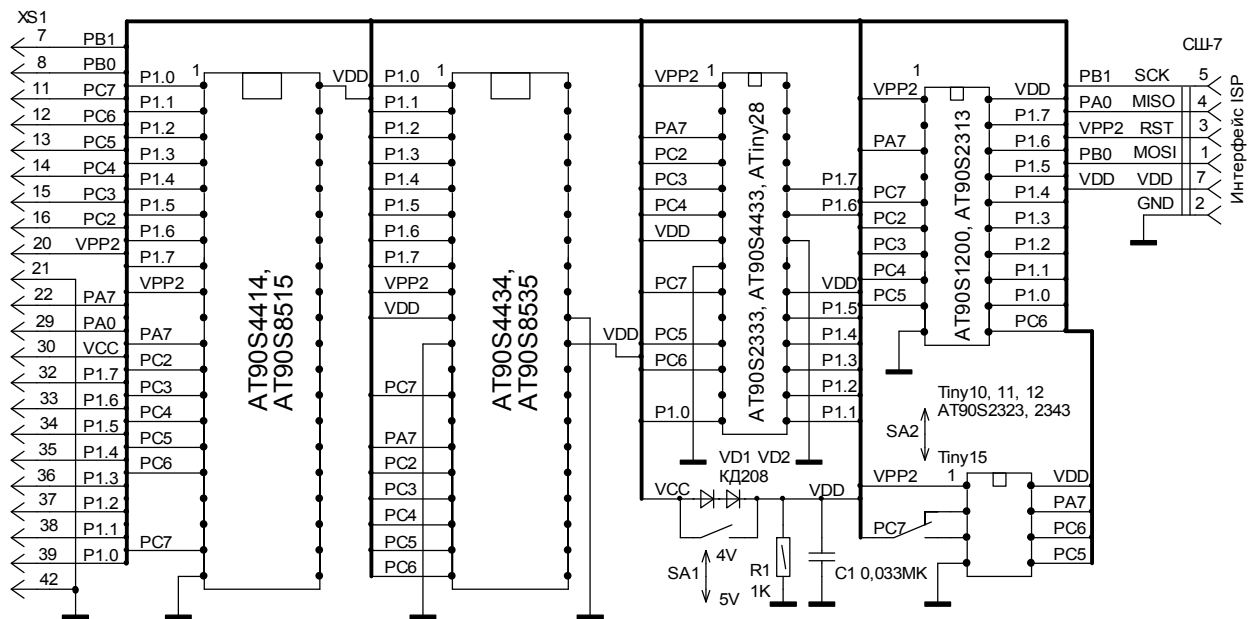

Рис.7 Сменный блок для AVR Classic и Tiny (High voltage programming).
Следует остановиться еще на одной особенности ATMEL AVR. Не все типы программируются корректно при напряжении питания 5 В. Поэтому, в схему сменного блока (рис.7) введен тумблер SA1, который позволяет понизить напряжение питания до 3,8 В. В некоторых случаях это оказывает неоценимую помощь и позволяет сберечь нервы и время. Диоды VD1 и VD2 должны выдерживать ток до 1 А на случай короткого замыкания.
- AVR (рис. 7). Программируются все ATMEL AVR микроконтроллеры семейств Classic и Tiny, производимые на начало 2002 года в DIP корпусах. Блок предназначен для программирования по алгоритму «High voltage programming», но допускает и внутрисхемное программирование непосредственно в устройстве по алгоритму «Serial Low voltage» с запуском загруженной программы на выполнение.